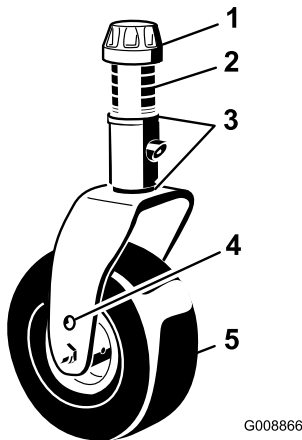

Bild 121
1. Entfernen Sie die Spannkappe von der Spindelwelle und ziehen die Spindel aus dem Laufradarm heraus (Bild 121).